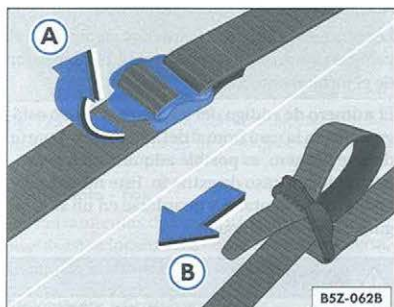

Fig. 129 Cinta para fijación del juego de herramientas
- Suelte la cinta de fijación del juego de herramientas ⇒ fig. 129 A) y remuévala totalmente.
- Instale el juego de herramientas y fijela con la cinta según fue indicado ⇒ fig. 129 B).